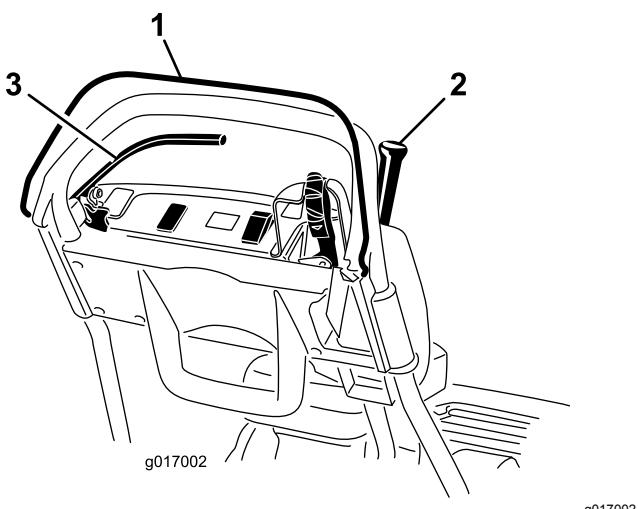

Рисунок 36
2. Попробуйте задействовать рычаг тяги при ненажатом механизме контроля присутствия оператора (Рисунок 36). Рычаг тяги не должен включаться. Если рычаг тяги включается, то система блокировки нуждается в ремонте. Устраните неисправность до начала работы на машине.
- 3. При нажатом механизме КПО и включенном рычаге тяги отпустите КПО (Рисунок 36). Рычаг тяги должен отключиться. Если рычаг тяги не отключается, то система блокировки нуждается в ремонте. Устранимте неисправность до начала работы на машине.
- 4. При нажатом механизме КПО и передвинутом влево рычаге переключения передач включите приводы барабана и тяги и отпустите механизм КПО (Рисунок 36). Рычаг тяги должен отключиться. Если рычаг тяги не отключается, то система блокировки нуждается в ремонте. Устранимте неисправность до начала работы на машине; см. Обслуживание блокировочного выключателя тяги \(страница 39\).